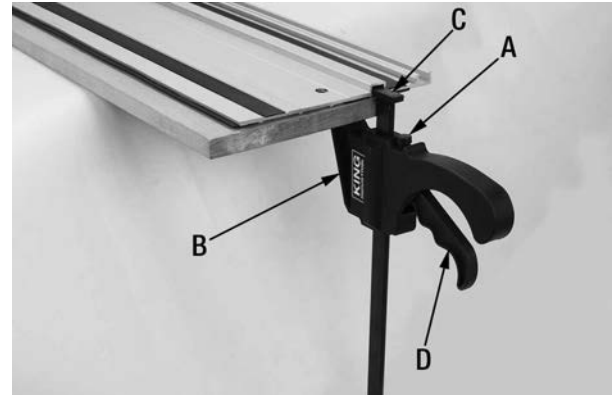

FIGURE 10
- Appuyez sur le bouton de déverrouillage de la pince (A) Fig.10 pour ouvrir la pince (B), glissez la barre droite de la pince (C) dans la rainure sous la rail tel que montré à la Fig.10 et appuyez sur la poignée (D) pour verrouiller la pince en place.